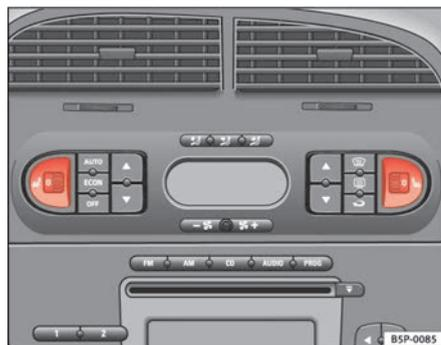

Fig. 95 Rodas recartilhadas do aquecimento dos bancos dianteiros
- Rodar a respectiva roda recartilhada ⇒ **fig. 95** para ligar o aquecimento do banco. Na posição de base **0** o aquecimento do banco está desligado.